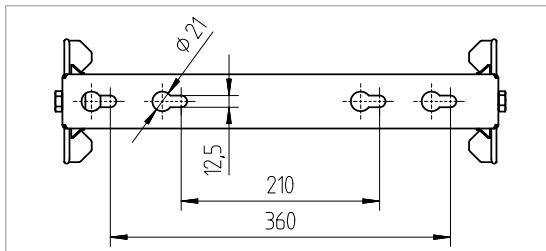

Fig. 4: Bohrbild.
- ▶ Montieren Sie die Halterung mit geeig- neten Schrauben an die Wand oder Decke, siehe Fig. 4.